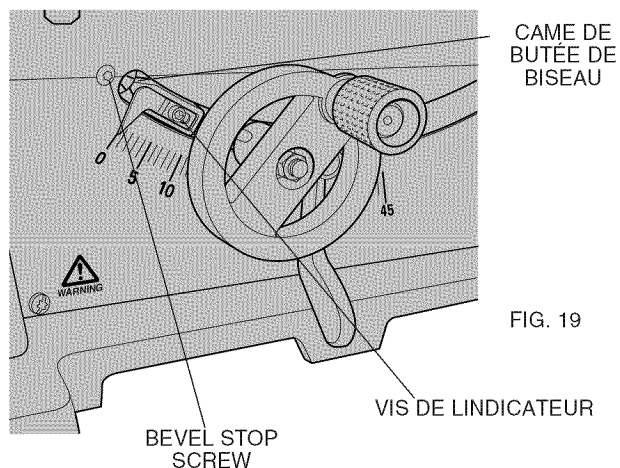

FIG. 19
2. Débloquer le levier de verrouillage de l'angle de coupe (fig. 3) en le soulevant et en le poussant vers la droite. Desserrer la vis de la butée pour biseaux (fig. 19).
7. Vérifier l'échelle de biseaux. Lorsque l'indicateur ne se trouve pas sur 0°, desserrer la vis de l'indicateur (fig. 19) et déplacer l'indicateur jusqu'à ce que la lecture soit correcte. Resserrer la vis de l'indicateur.